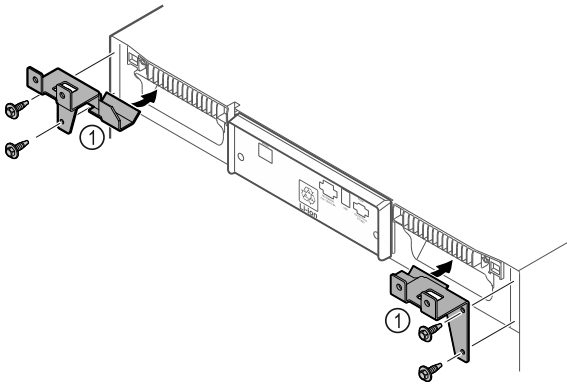

Fig. 49
- ▶ Halteteile Fig. 49 (1) mit selbstschneidenden Schrauben am Gerät montieren.